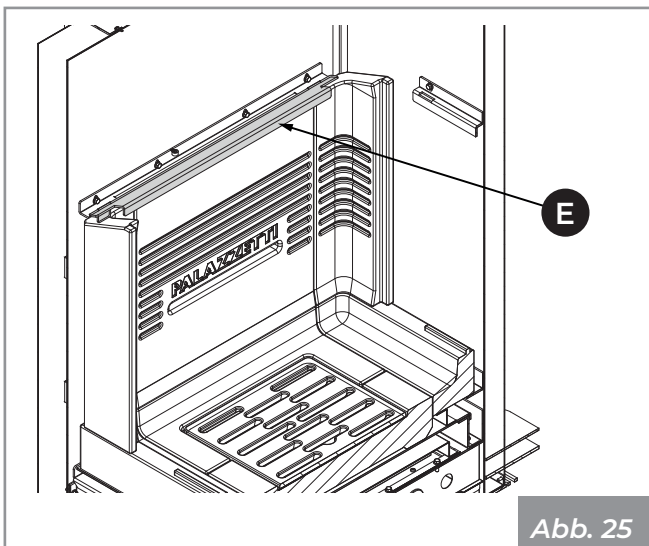

Abb. 25
- 9) Den oberen Sperrbügel (E) anbringen, der die Hinterwand an die beiden Winkelstücke anpasst (Abb. 25).